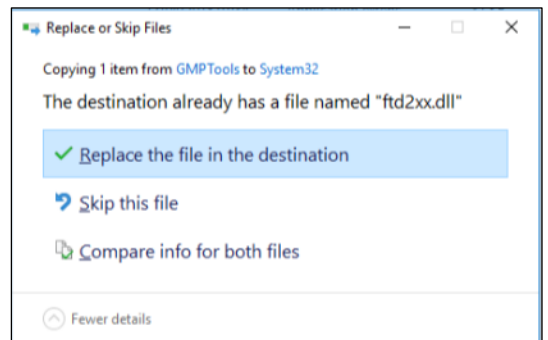

Abb. 2.1
- Wenn die Datei bereits existiert, müssen Sie sie im Zielverzeichnis ersetzen (Abb. 2.1)